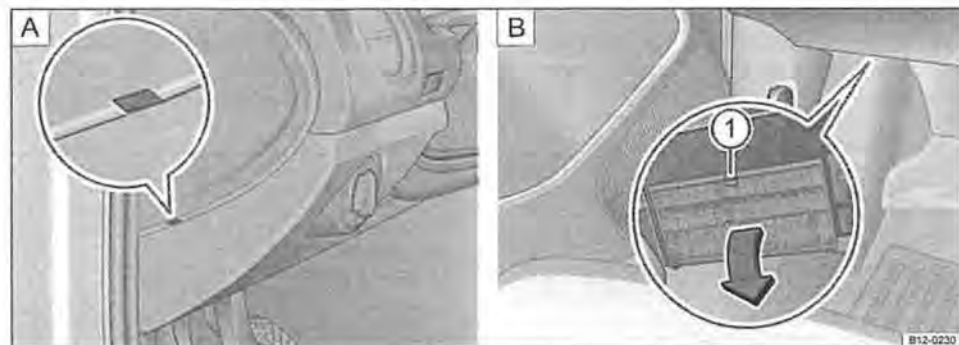

Fig. 127 Sul lato del conducente: apertura della scatola dei fusibili laterale o inferiore della plancia
- *Apertura*: Infilando uno strumento con la punta piatta, per esempio un cacciavite, nell'incavatura → fig. 127 , scalzare con delicatezza il coperchio (freccie).
- *Chiusura*: Posizionare il coperchio → fig. 127  nella zona della guarnizione della porta e chiuderlo.
- **Apertura:** premere la leva di bloccaggio, finché non si apre il coperchio → fig. 127 ① ②.
- **Chiusura:** sollevare il coperchio, nella direzione opposta a quella della freccia, finché non si sente lo scatto di fissaggio nella leva di sbloccaggio ①.